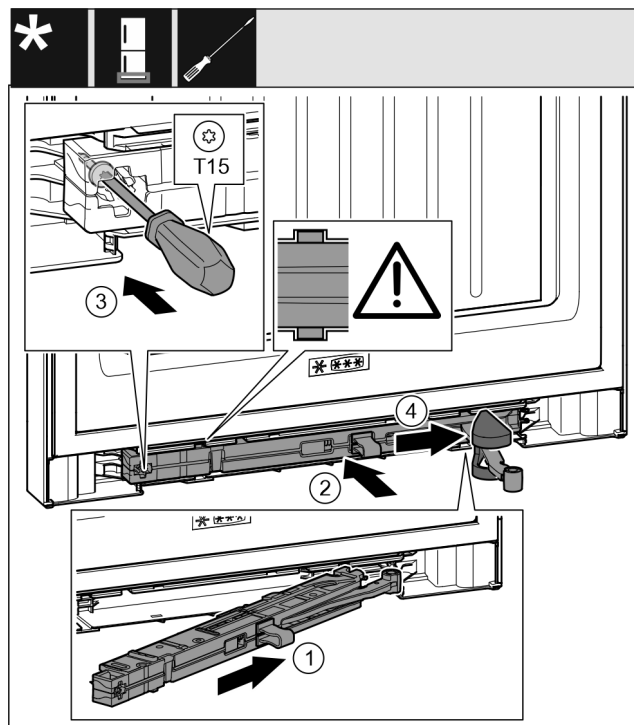

Fig. 44
- Introduire à fond l'amortisseur de fermeture du côté du support de palier dans la rainure en l'inclinant. Fig. 44 (1)
- Enfoncer complètement l'amortisseur de fermeture dans la rainure. Fig. 44 (2)
- Serrer la vis avec un tournevis T15. Fig. 44 (3)
- Pousser le cache sur la charnière. Fig. 44 (4)